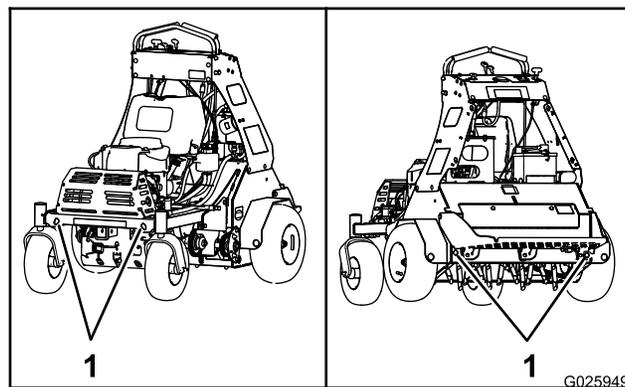

Figura 21
7. Utilice los puntos de amarre de la máquina para sujetar la máquina firmemente al remolque o al camión con correas, cadenas, cables o cuerdas (Figura 21).